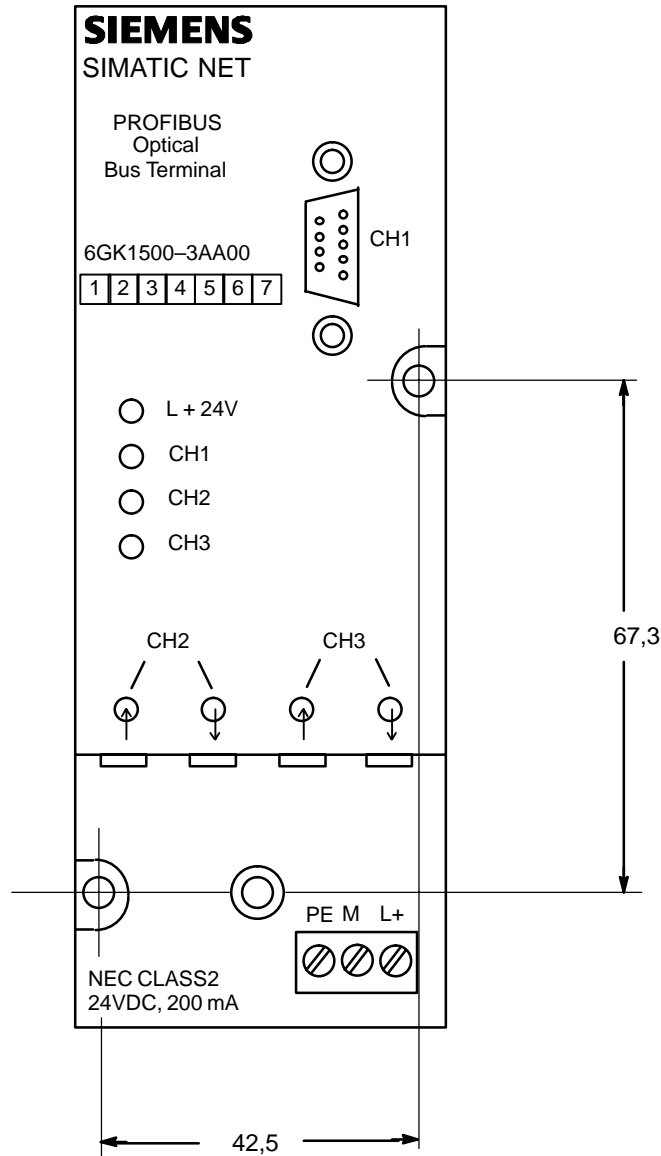

Bild 5-2 Montage eines Moduls auf einer Montageplatte
- Versehen Sie die Montageplatte mit zwei Bohrungen entsprechend der Bohr-schablone in Bild 5-2.